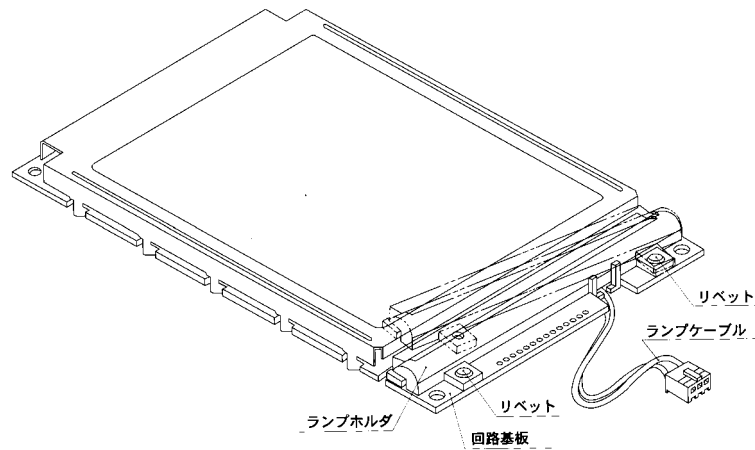

図21
- (6) 交換用ランプのランプケーブルは組み込み易いように適当にゆるめて下さい。フックによるケーブルの止めは固いのでフックの輪から抜くようにしてゆるめて下さい。
- (7) 二本のランプケーブルを回路基板両側の切り欠きに通し、回路基板の背面に回るようにして下さい。
- (8) 導光板の切り欠きにランプホルダーの嵌合部を位置合わせして上から押し込んで下さい。このとき、図 21 のように一方の嵌合部を位置合わせして、次に残りの端面を押し込んで下さい。